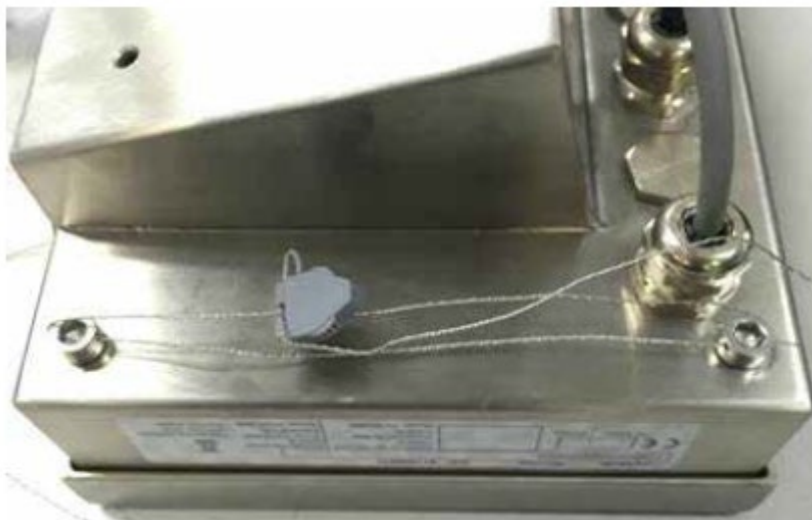

Figure 2-15 : Méthode de plombage
12. Passez le fil de plombage à travers les deux boulons de plombage adjacents, puis fixez la retenue du plomb comme indiqué sur la Figure 2-15.